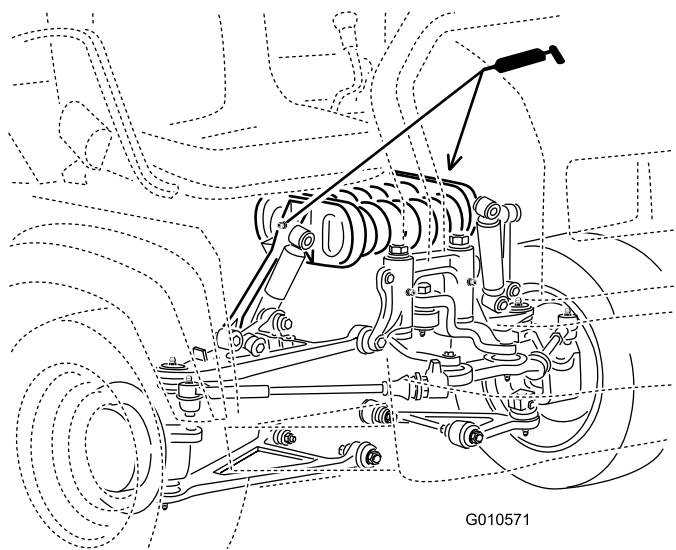

Figura 49
Torre de mola (2); consulte a Figura 49